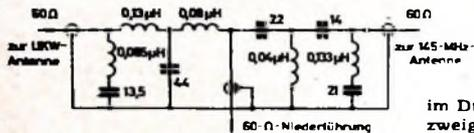

Bild 9. Schaltung und Dimensionierung der Frequenzweiche
Mit den Blindwiderständen R für die Bauelemente der Hoch- und Tiefpaßglieder in T-Schaltung nach den Bildern 2a, 2c, 2g und 2i sowie nach dem Zusammenfassen von je zwei Induktivitäten (im Längszweig der linken Weichenhälfte) und zwei Kapazitäten (im Längszweig der rechten Weichenhälfte) können schließlich die Bauelemente nach Gl. (7) und Gl. (8) berechnet werden. Bild 9 zeigt die dimensionierte Frequenzweiche, die man durch Aufteilen der Blindwiderstände auch für symmetrischen Betrieb einrichten kann (s. a. Bild 4c).